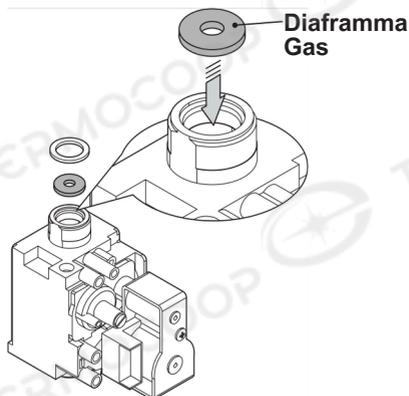

Figura 8.2
- Eseguire la trasformazione del tipo di gas sostituendo correttamente il diaframma gas (Figura 8.2), facendo riferimento alla sezione "Dati tecnici M275V.2024 SM" a pag. 24, "Dati tecnici M275V.2428 SM" pag. 28 e "Dati tecnici M275V.2832 SM" pag. 32.